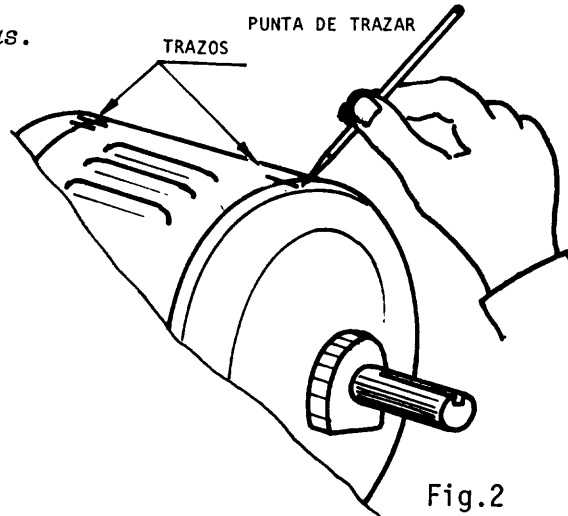

Fig.2
- b Marque con dos trazos la otra tapa y la carcasa (fig.2).